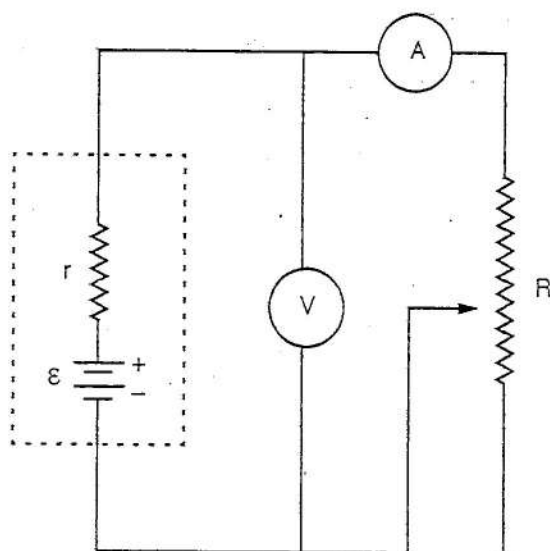
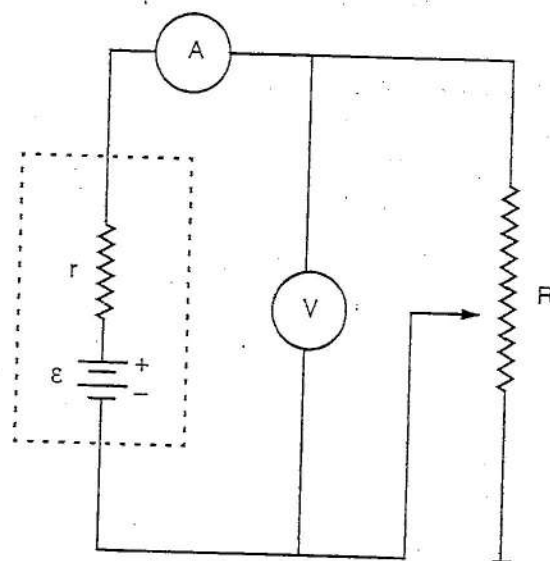

Figura 2
Figura 5
Para hallar la resistencia interna r y la fuerza electromotriz ε hay que armar el circuito de la figura 2.
1. Arme el circuito de la figura 2 y usando el máximo valor de la resistencia variable R (su máxima longitud) anote las indicaciones del amperímetro y del voltímetro.
3. Arme el circuito de la figura 5 que es una modificación de la figura 2.
8. ¿Qué diferencia existe entre los circuitos de la figura 2 y la figura 5. Serán iguales las lecturas en los instrumentos en los dos circuitos para un mismo valor de R ? ¿Por qué?